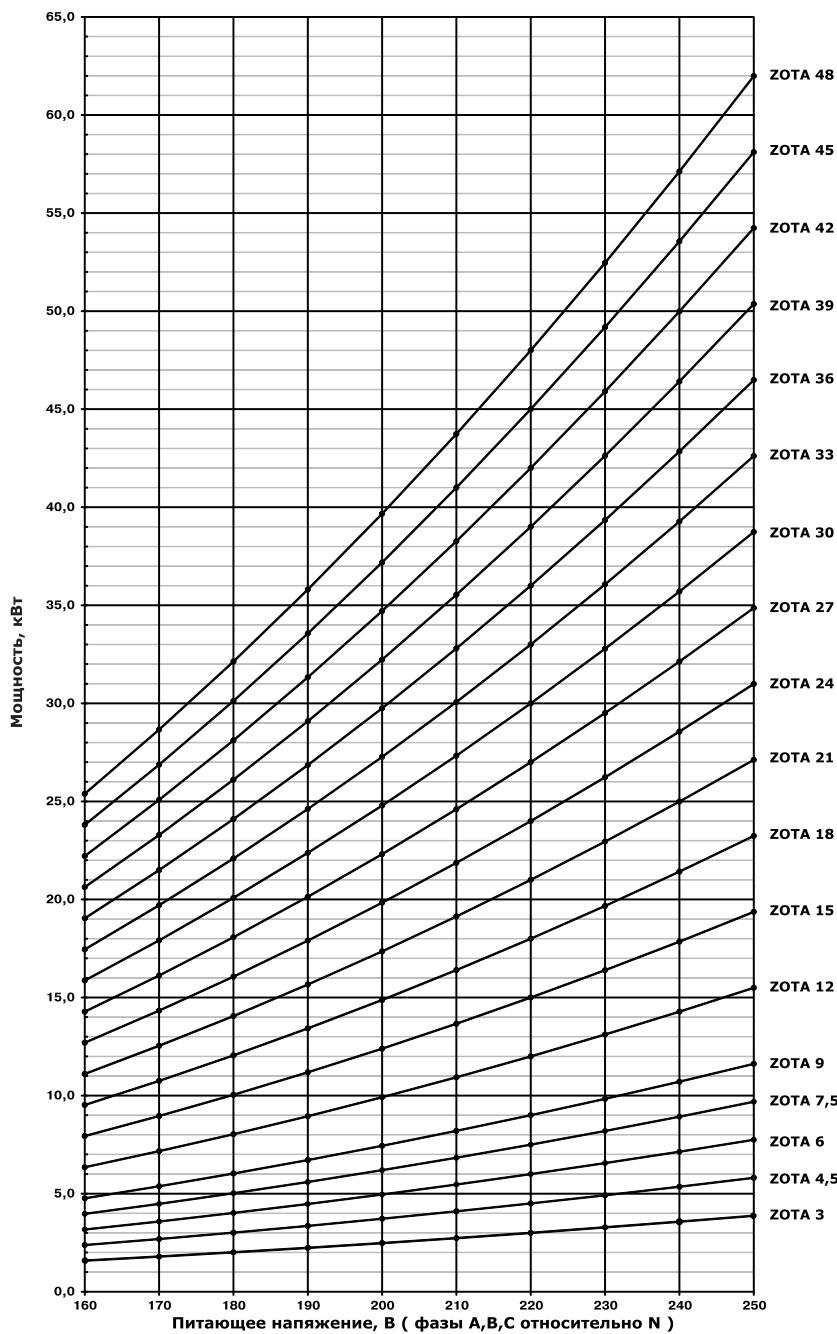

Рис.12 График изменения мощности электроводонагревателя в зависимости от питающего напряжения
1.4. Электроводонагреватель предназначен для работы в 3-х фазных сетях переменного тока напряжением 380 В, частотой 50 Гц с глухозаземленной нейтралью. Номинальное напряжение между нулем и каждой фазой 220 В ±10% (в соответствии с ГОСТ 32144) от 200 В до 240 В. При питании пониженным напряжением мощность водонагревателя значительно снижается (см. Прил. 3, Рис.12).